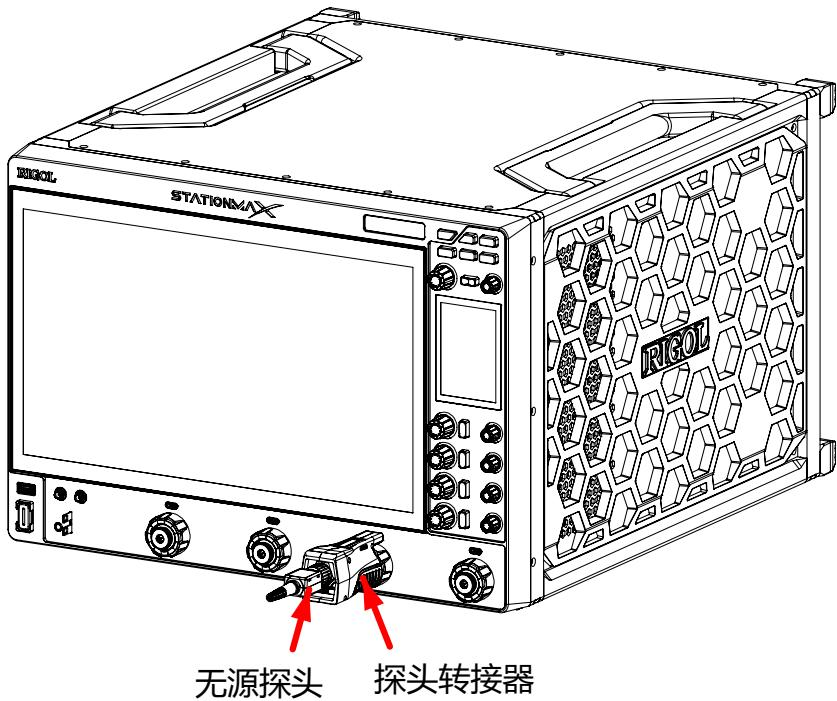

图 4.4 连接无源探头
1. 将探头的 BNC 端通过探头转换器连接至示波器前面板的模拟通道输入端, 如图 4.4 所示。